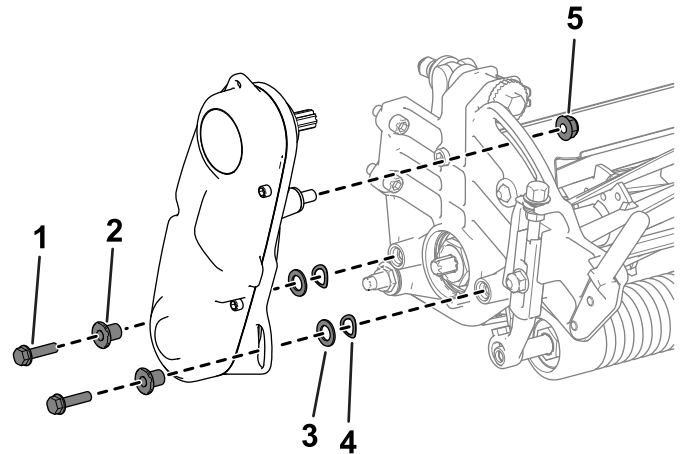

图 44
2. 卸下将滚刀驱动总成固定到侧板上的五金件图 44。
3. 从侧板上卸下滚刀驱动总成、扁平垫圈、弹簧垫圈和隔片图 44。